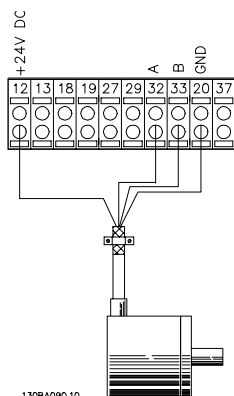

Рисунок 3.7 Схема соединений
1. Проверьте соединения энкодера на соответствие *Рисунок 3.7*: